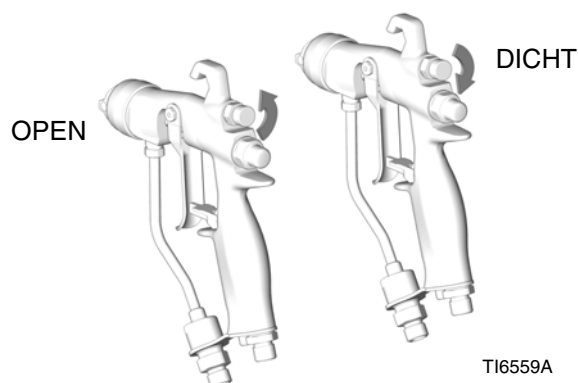

FIG. 13
4. Sluit de lucht voor de afstelling van het patroon af door de knop rechtsom (naar binnen) te draaien. Zie FIG. 13. Hiermee stelt u het pistool af op het breedste patroon.
Draai voor een *smaller patroon* de knop voor het afstellen van het patroon linksom (naar buiten). Zie FIG. 13. Wordt het patroon nog niet smal genoeg, verhoog dan de luchtdruk iets, of gebruik een andere maat tip. (niet verkrijgbaar voor pistolen met een RAC-tip.)